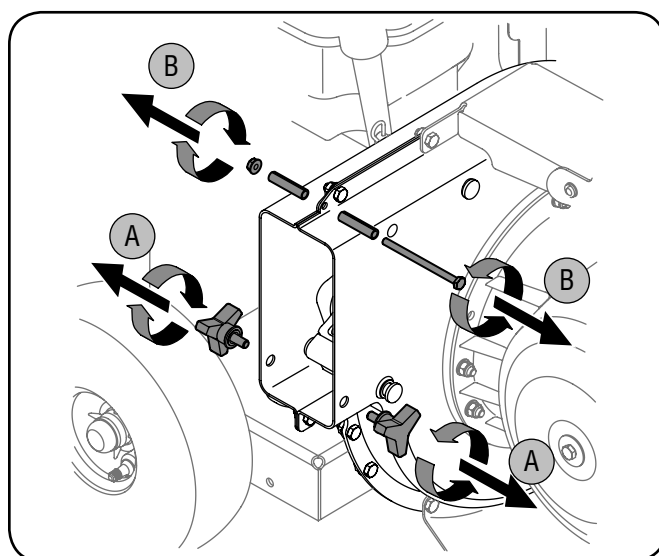

Рис. 3-3
1. Отверните барашковые гайки со всех сторон нижнего кожуха крыльчатки. См. рис. 3-3А.
2. Отверните шестигранную контргайку, прокладку и шестигранный болт с верхней стороны кожуха крыльчатки. См. рис. 3-3В.